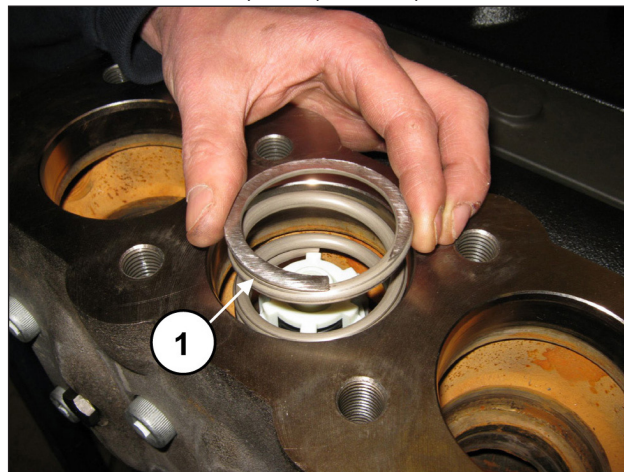

Abb. 103
Entfernen Sie die Feder (Pos. ①, Abb. 103).